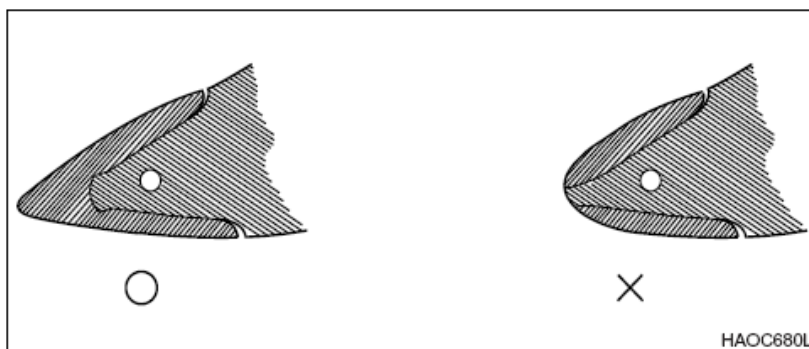

Figura 93
1. Como inspección de rutina, revise los dientes de la cuchara para asegurarse de que no hayan sufrido ningún desperfecto o no se hayan desgastado. No permita que la parte reemplazable de los dientes de la cuchara se desgaste totalmente y que la punta del adaptador de la cuchara quede al descubierto. Consulte la Figura 93.